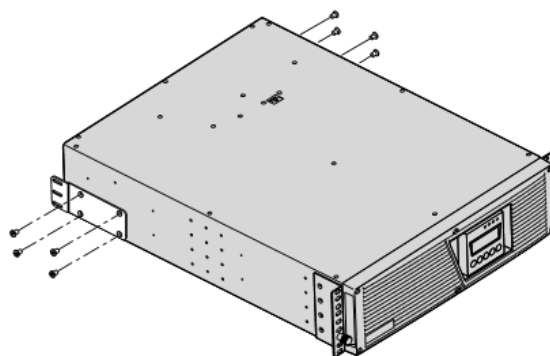

Abbildung 8. Montage der Fixierbügel
11. **Wahlweise.** Montieren Sie die hinteren Fixierbügel (im Schienensatz enthalten) falls Sie das Rack mit der bereits montierten USV bewegen müssen (siehe Abbildung 8).